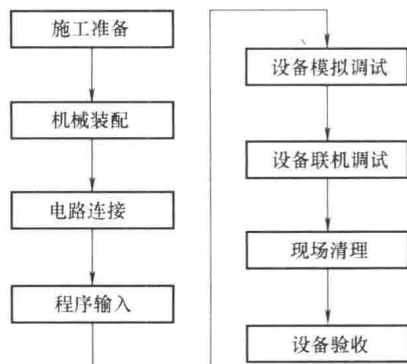

图 1-8 送料机构的组装与调试流程图
(5) 制订施工计划 送料机构的组装与调试流程如图 1-8 所示, 施工人员应根据施工任务制定计划, 填写施工计划表 (表 1-2), 确保在定额时间内完成规定的工作任务。